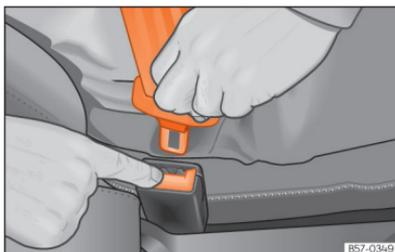

Abb. 22 Schlosszunge vom Gurtschloss lösen.
- Rote Taste im Gurtschloss drücken »» **[Abb. 22]**. Die Schlosszunge springt heraus.